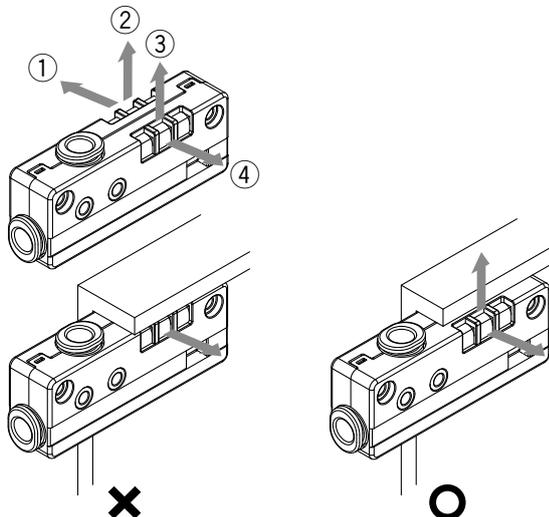

図10
④排気口
ボックス形製品を取付ける場合、図10の①～④に示した4つの排気方向の内、必ず2ヶ所以上を開放してご使用ください。3方向以上を塞いだ場合、排気エアの背圧により、エジェクタの真空性能が低下します。